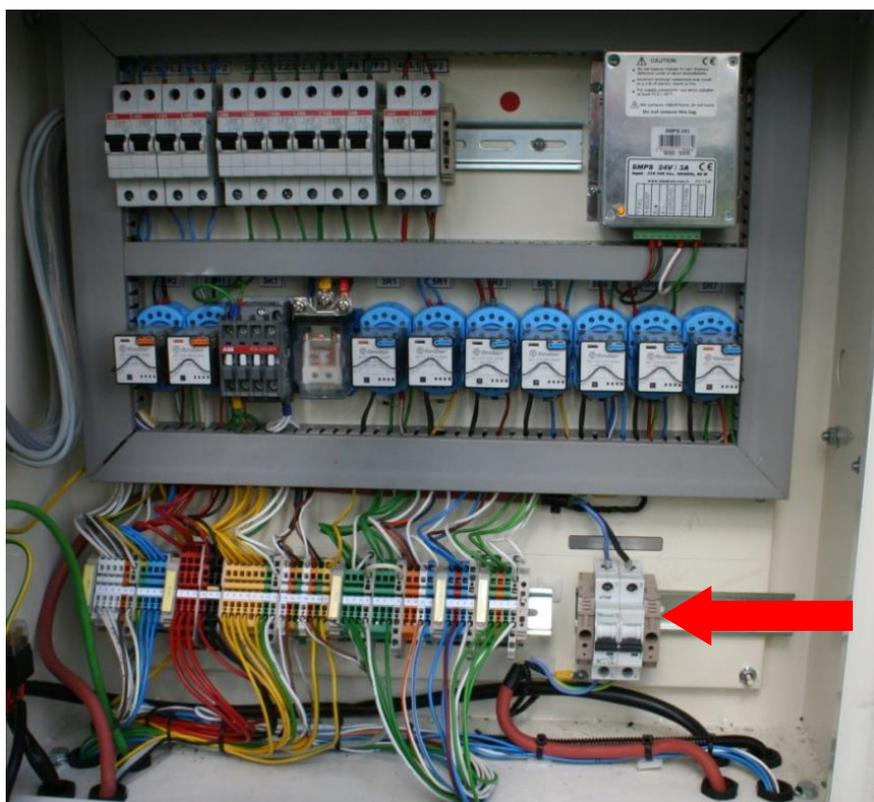

Рис. 2.17. Автомат защиты за приборной панелью САЭ
1. Выдать питание на аппаратуру КАВ-К, для этого включить автомат защиты за приборной панелью САЭ (рис. 2.17).